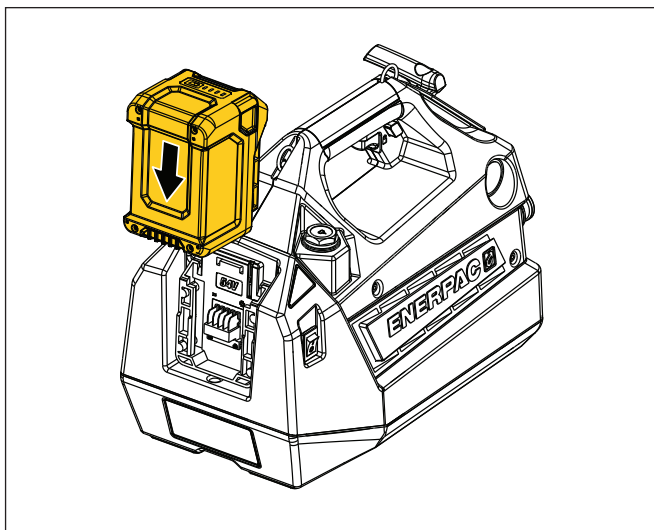

Figura 3: Instalación de la batería (típico)
- **Para instalar la batería:** Inserte la batería completamente en la interfaz de la batería de la herramienta sin cable hasta que se detenga. Asegúrese de que la batería quede bien encajada en su sitio. Véase Figura 3.